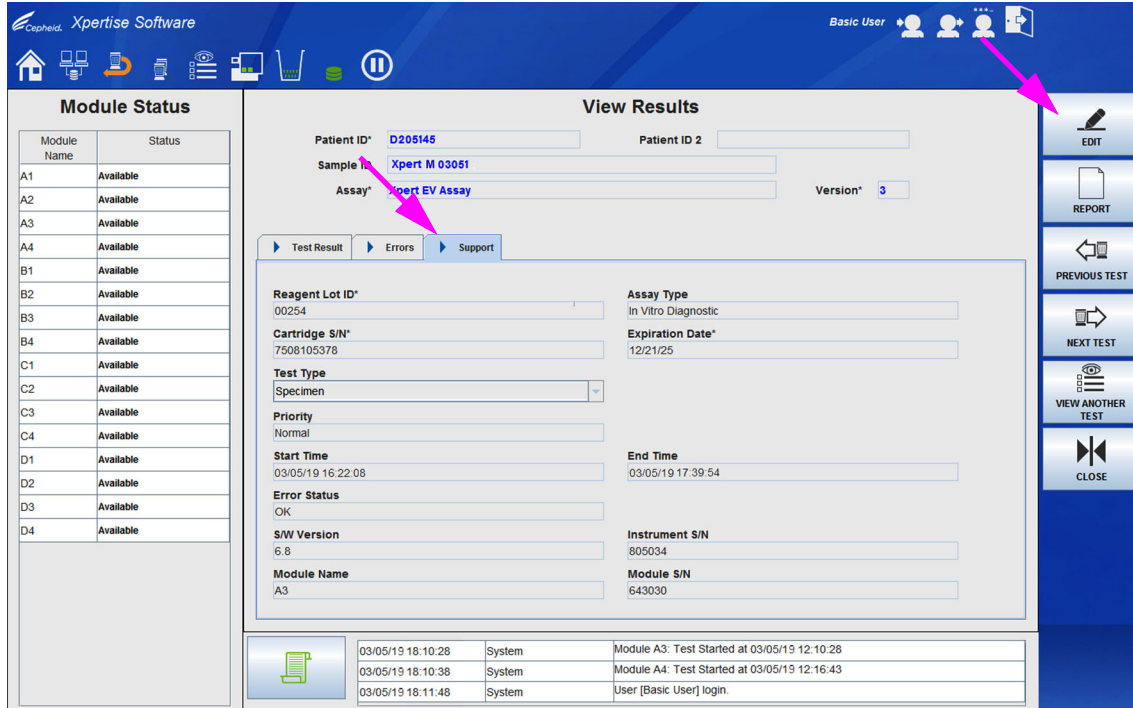

图 5-66. 查看结果 (View Results) 工作区 – 支持 (Support) 选项卡 (基本用户 [Basic User] 视图)
查看结果 (View Results) 工作区的支持 (Support) 选项卡提供有关测试的更多信息。请参见图 5-66。
支持 (Support) 选项卡显示以下测试信息。请参见图 5-66。
1. 选择**编辑 (EDIT)** 按钮以启用该工作区。请参见图 5-66。